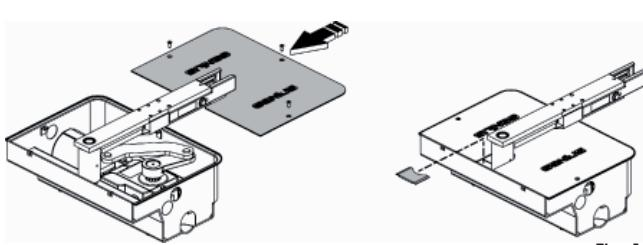

Fig. 15
- Bevestig het deksel van de behuizing met de bijgeleverde schroeven (Fig. 15).